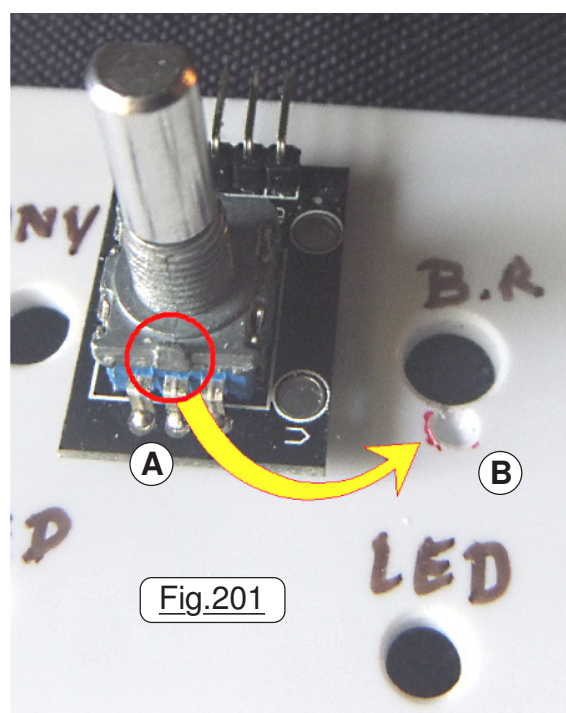

Fig.201
**C**onstituant un cas particulier, il impose un traitement spécifique. Sur la Fig.201 le composant est posé sur la plaque de support du clavier en cours de réalisation. On observe nettement sur la photographie dans l'encadré **A** un ergot moulé sur le corps du capteur servant à immobiliser par obstacle le composant sur le coffret. Il faut de ce fait prévoir sur l'élément support un orifice dans